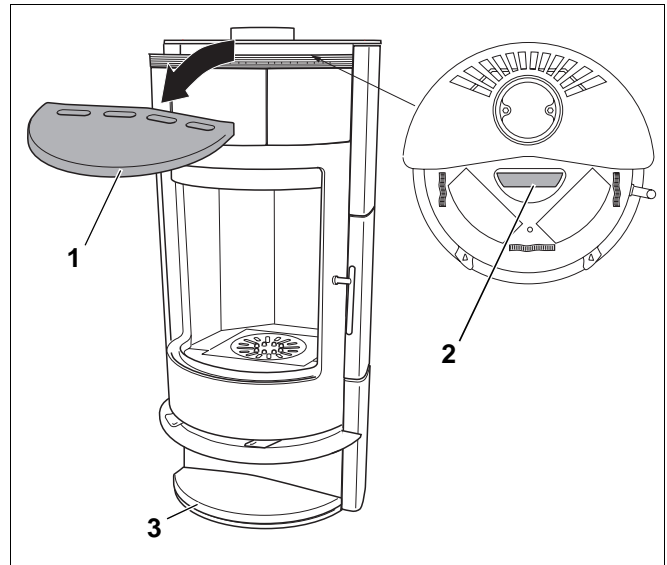

Abb. 22 Luftbefeuchter befüllen
- Abdeckkachel (Abb. 22, **Pos. 1**) vorsichtig vom Kaminofen abnehmen.
- Entkalktes Wasser in den Verdampfer (Abb. 22, **Pos. 2**) geben.
Auf der Unterseite des Kaminofens befindet sich ein Holzlagerfach (Abb. 22, **Pos. 3**) zum Aufbewahren kleiner Mengen Scheitholz.